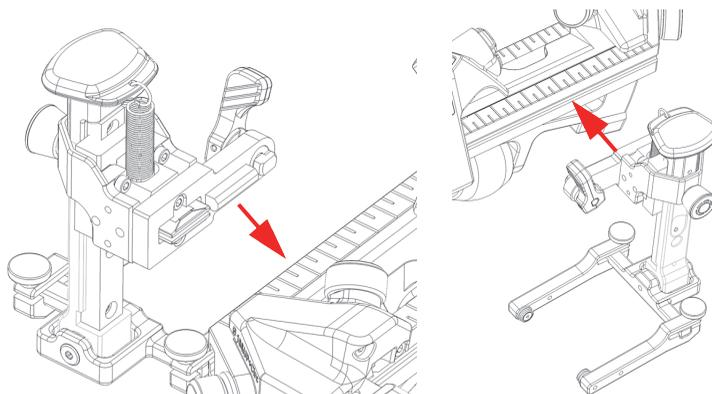

図 2-6 プロブホルダーとレールの溝との位置合わせ
2. プロブホルダーとレールの溝が互いに水平になるように位置合わせします（44 ページの図 2-6）。